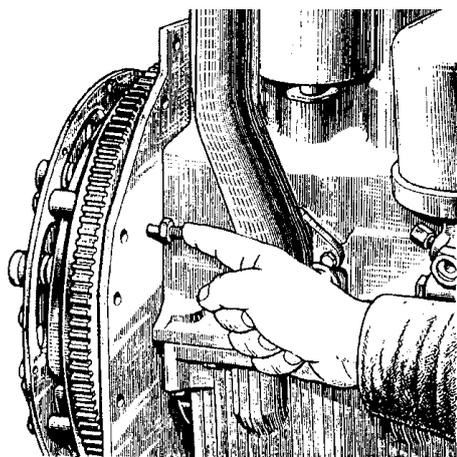

Рис. 14.7. Установка фиксатора в отверстия заднего листа и маховика
- вывернуть фиксатор из резьбового отверстия заднего листа дизеля и вставить его обратной стороной в то же отверстие до упора в маховик, при этом фиксатор должен совпадать с отверстием в маховике (рис. 14.7). При этом поршень первого цилиндра дизеля установлен в положение, соответствующее 10–12 градусам до ВМТ.